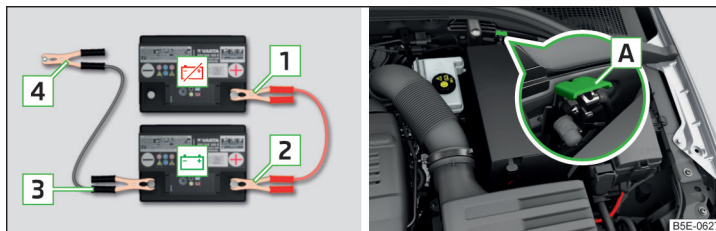

Fig. 335 Ayuda de arranque: 🛑 - batería descargada, 🟢 - batería que suministra corriente / punto de masa del motor en el sistema START-STOP
- En vehículos **con** el sistema START-STOP, fijar el borne **4** en el punto de masa del motor **A** » fig. 335.